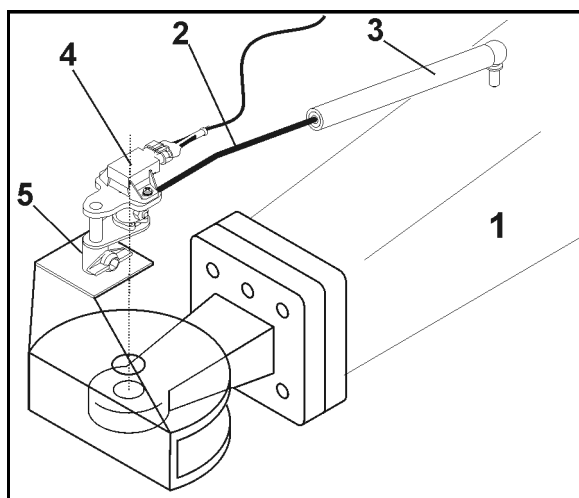

Fig. 37
Styresystemet AutoTrail, der sørger for, at trailersprøjten automatisk og næsten helt præcist følger traktorens kørespor, registrerer trækstangens vinkel (Fig. 37/1) i forhold til traktorens kørselsretning.
1. Sæt vinkelstangen (Fig. 37/2) i plastbøsningen (Fig. 37/3) stecken.
2. Sæt drejevinkelføleren (Fig. 37/4) ind i holderen (Fig. 37/5).